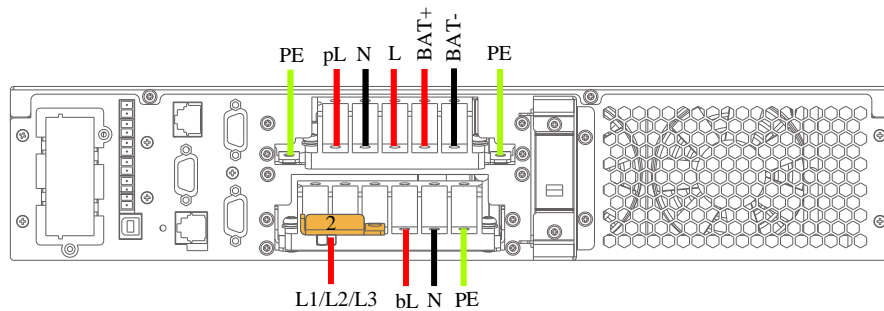

图2-20 接线示意图（单进单出、主旁不同源）
4. 将短接铜排 2 接在输入火线端子（L1、L2、L3）上，拧紧固定螺钉。将主路输入的火线穿过过线孔接到铜排 2 的接线端子上，将旁路输入火线、主路输入中线和输入地线穿过过线孔分别连接到 UPS 输入输出端子排上的旁路输入火线端子（bL）、输入中线端子（N）、输入地线端子（PE）上，并拧紧固定螺钉，如图 2-20 所示。
5. 如图 2-20 所示，将输出火线、输出中线和输出地线穿过接线盒上盖的过线孔，然后分别连接到 UPS 输入输出端子排上的输出火线端子（L）、输出中线端子（N）和输出地线端子（PE）上，并拧紧固定螺钉。